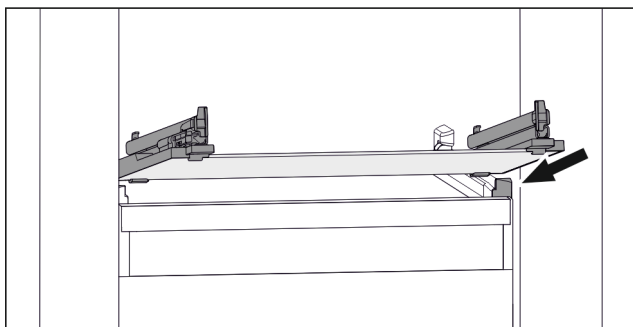

Fig. 88 Примерно изображение на стъклената плоча
- ▶ Поставете стъклената плоча под ъгъл зад ограничителите. (виж Fig. 88)